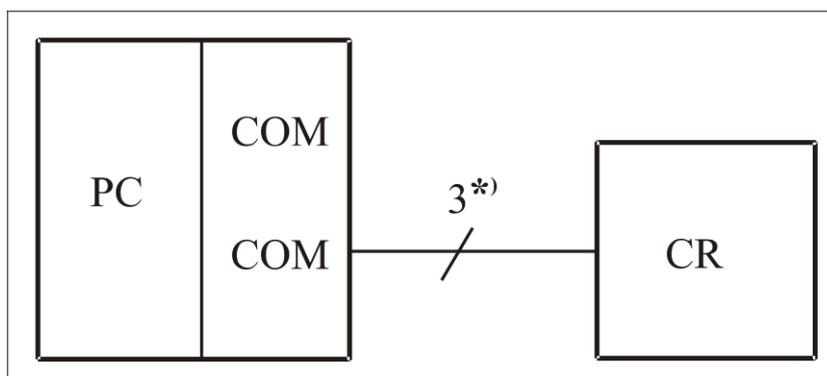

Рисунок 1 – Подключение контрольного считывателя
2. Унифицированного системного контроллера (платы MAIN-12002K) (см. рисунок 1, Приложение А).
### 2.2.1 Монтаж контрольного считывателя (см. Рисунок 1, Приложение В)